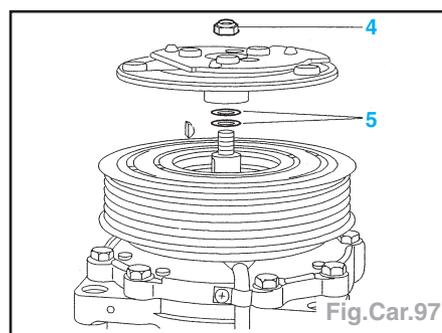

Fig.Car.97
- Si la valeur est incorrecte : déposer le plateau entraîneur (2) (voir opération correspondante).
- Ajuster la valeur en agissant sur (Fig.Car.97) :